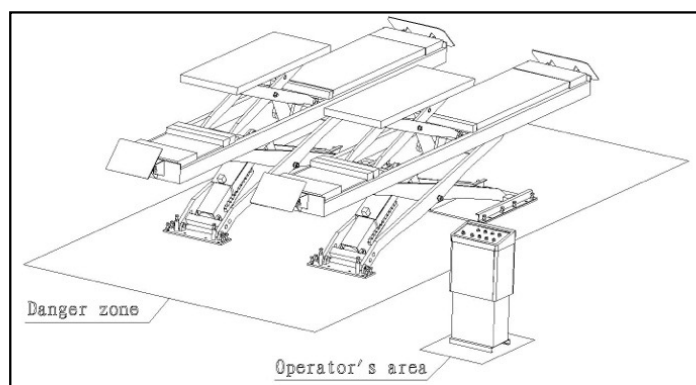

Figura 6
- Não entrar na zona de perigo enquanto os veículos estiverem a ser levantados (Figura 6).